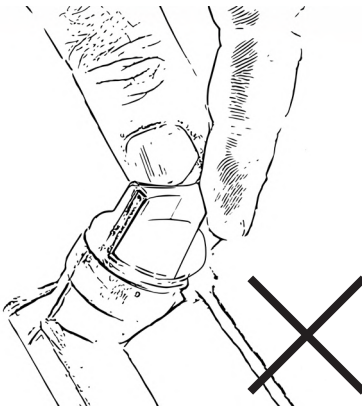

Figure 5
Ne jamais tourner le bouchon de remplissage d'huile avec la jauge connectée dans le filetage lors de la lecture du niveau d'huile. Cela conduit à un résultat de mesure erroné, fig. 5.
- Plongez complètement la jauge dans l'huile. Ne vissez **jamais** la jauge dans le filetage, fig. 5.